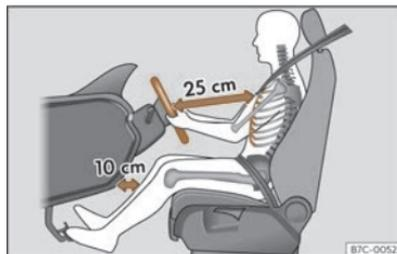

Fig. 12 La separazione corretta tra il conducente e il volante deve essere di 25 cm come minimo (10 pollici).
- Regolare il volante in modo che si trovi a una distanza di almeno 25 cm (10 pollici) dallo sterno >>> fig. 12 e sia possibile tenerlo con entrambe le mani sui lati, all'esterno, con le braccia leggermente flesse.